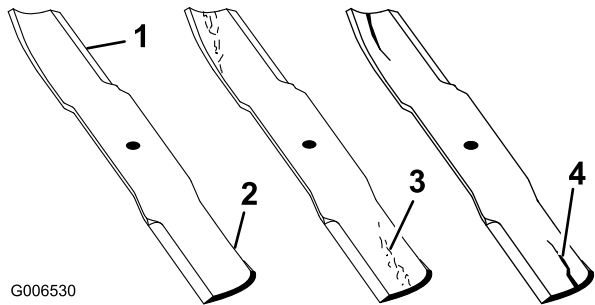

Figura 42
1. Inspeccione as extremidades de corte (Figura 42).
2. Inspeccione as lâminas, especialmente a área curva (Figura 42).
Nota: Se verificar quaisquer danos, desgaste, ou formação de ranhuras nesta área (item 3 em Figura 42), instale imediatamente uma lâmina nova.